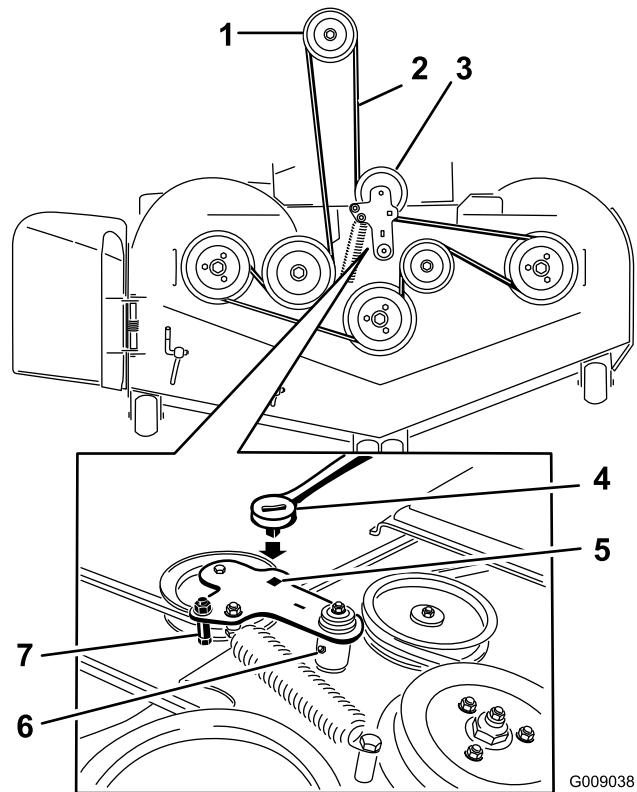

Figura 96
6. Levante la chapa de suelo e introduzca una llave dinamométrica en el taladro cuadrado del brazo tensor de la carcasa (Figura 96).
7. Gire cuidadosamente el brazo tensor de la carcasa en el sentido de las agujas del reloj y retire la correa del cortacésped (Figura 96).